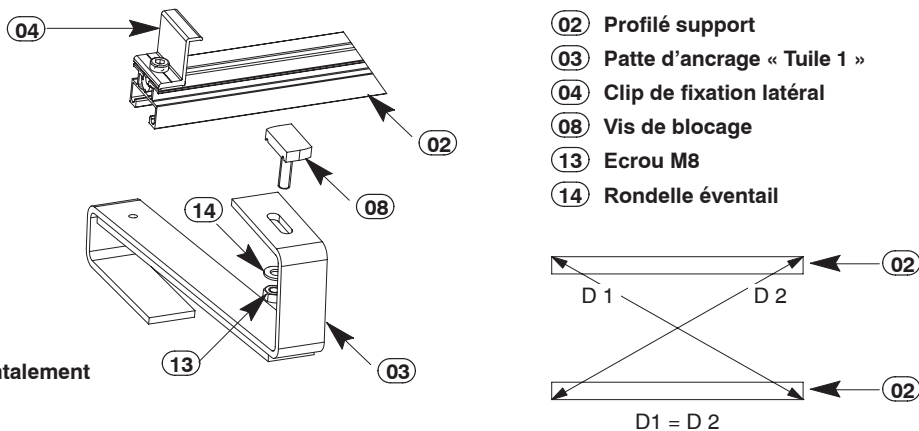

Figure 8a :
- 1.) Monter le profilé support sur la patte d'ancrage comme indiqué en figure 8a, l'aligner et le fixer à l'aide d'une vis de blocage (08).